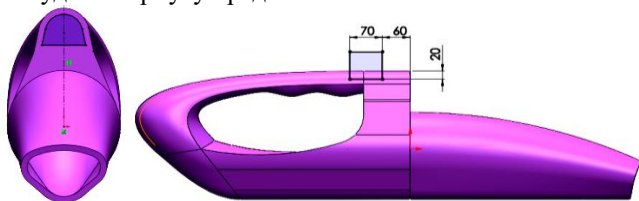
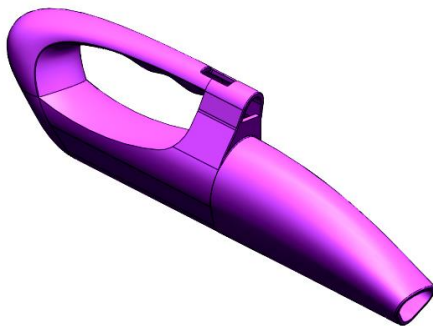

Рис.39. Ескізи отворів
Рис. 40. Готова модель
22. За допомогою операції *Оболонка* вилучимо внутрішній об'єм, залишивши тільки стінки товщиною 10мм. Додамо два отвори за ескізами (Рис.39). У ескізі зліва застосувати *Зміщення об'єктів* на 10мм. При виконанні операції *Виріз витягнути* за ескізом справа вказати витягування від середньої площини на 40мм. Далі можна додати деякі заокруглення. Результат побудови корпусу представлений на Рис.40.